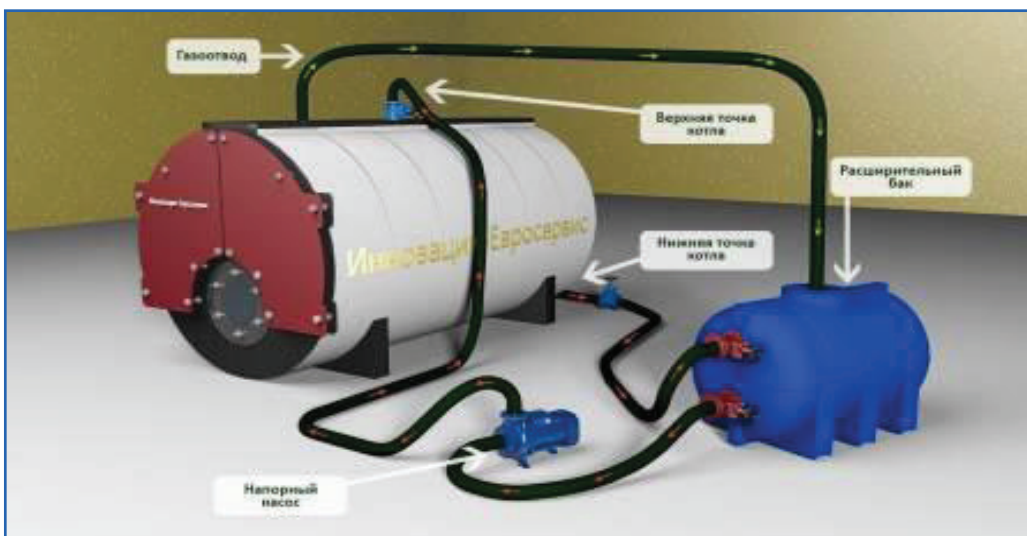

Рисунок 4. Принципиальная схема химической промывки жаротрубного котла.
1. Промывку необходимо проводить «снизу-вверх», реверсным узлом, с двух сторон по диагонали (рис. 4). Первый цикл – от горелки (сверху) к тылу (дренаж) и от тыла к горелке. Второй цикл – от тыла котла (сверху) к горелке (снизу) и наоборот. Реверсный узел позволяет переключать направление потока и подавать реагент через нижнюю точку, что улучшает размывание отложений в нижней части котла.